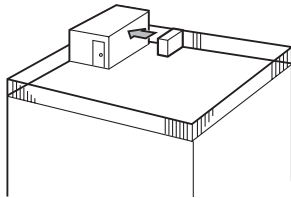

Fig. 2-4
- ① Coloque la salida de aire de frente a la pared más próxima a una distancia de unos 50 cm de ella. (Fig. 2-4)